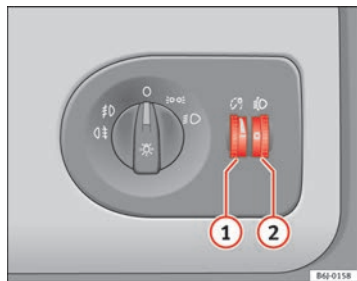

Fig. 53 Plancia portastrumenti: regolatori dell'intensità di illuminazione degli strumenti e degli interruttori e regolatore assetto fari
Quando le luci sono accese è possibile regolare l'intensità di illuminazione degli strumenti e degli interruttori servendosi della rotella zigrinata ⇒ fig. 53 ①.